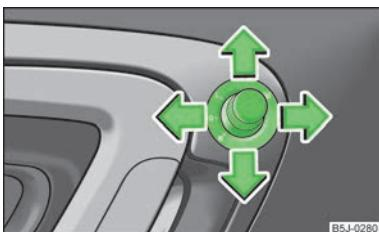

Fig. 36
► Poner el botón giratorio en la posición » fig. 36.
► Poner el botón giratorio en la posición L » fig. 36. El movimiento de la superficie del espejo es idéntico al del botón giratorio.
► Poner el botón giratorio en la posición R » fig. 36. El movimiento de la superficie del espejo es idéntico al del botón giratorio.